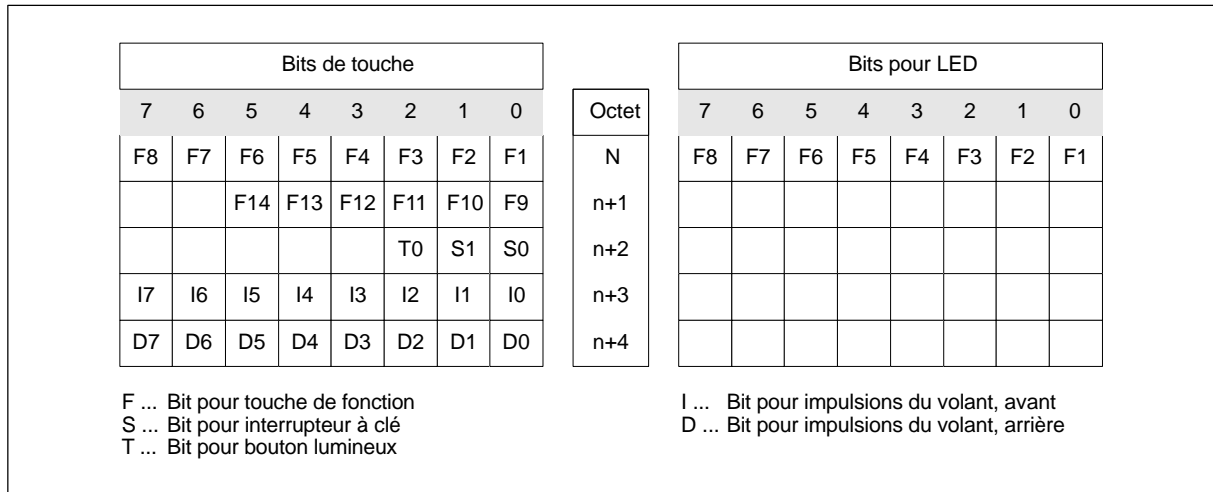

Figure 8-4 Affectation des octets des touches et LED dans la zone I/O
- Une fois que le Mobile Panel 170 a démarré, les octets n+3 à n+4 (voir figure 8-4) sont mis sur zéro.